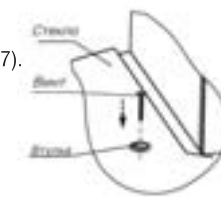

рис. 7
6.3 Крепление стекла для зонтов «Аметист S4 60», «Аметист S4 90» (рис.7).